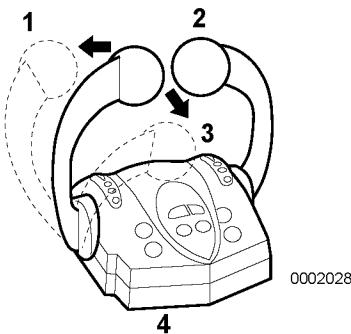

Figura 10
Utilice el mando de control de dos palancas (Figura 10, (4)) en el puesto de gobierno para marcha avante (Figura 10, (1)), marcha atrás (Figura 10, (3)), punto muerto (Figura 10, (2)) y control de velocidad en una instalación con dos motores.